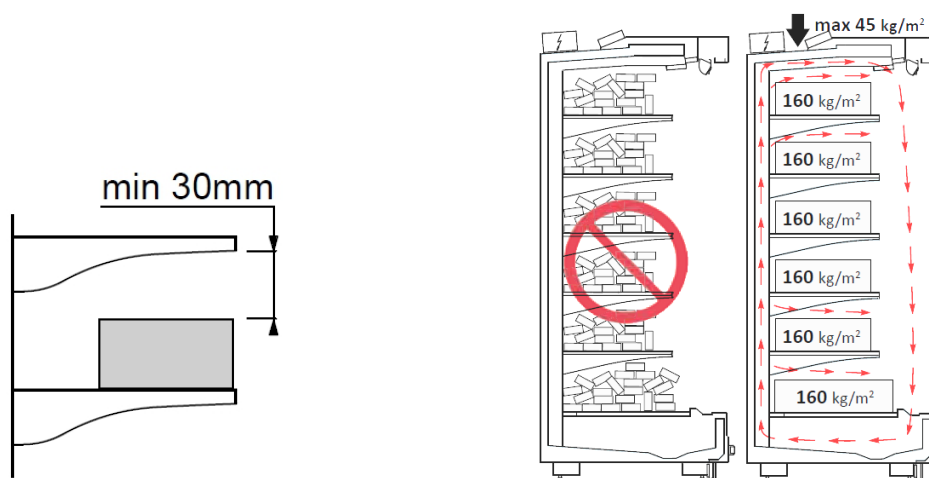

Рис. 6 Пределы нагрузки
- между товаром и полкой вверху оставляйте приблизительно 30 мм (рис. 6),
- **НЕ** превышать пределов нагрузки, избегая в любом случае перезагрузки изделия (Рис. 6),